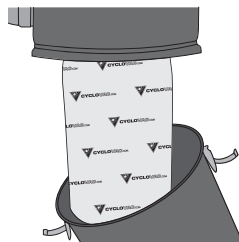

figure 13
1. Pour enlever les filtres, détacher la cuve (**figure 13**).